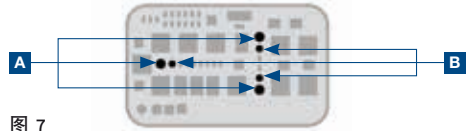

图 7
用合适的工具将定位销 (B) 尽可能向下压。拧紧 3 个螺钉 (图 7 中的 “A”)